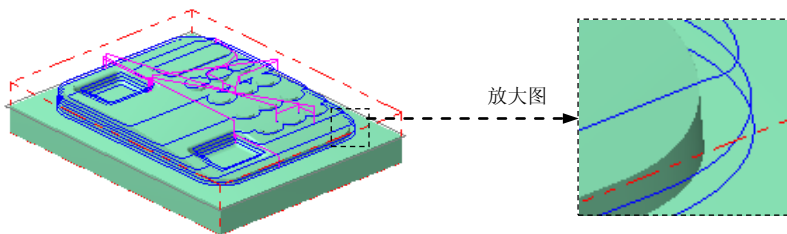

图 10.2.14 刀具路径
Step9. 单击“曲面粗车-外形”对话框中的 **✓** 按钮，完成加工参数的设置，此时系统将自动生成图 10.2.14 所示的刀具路径。